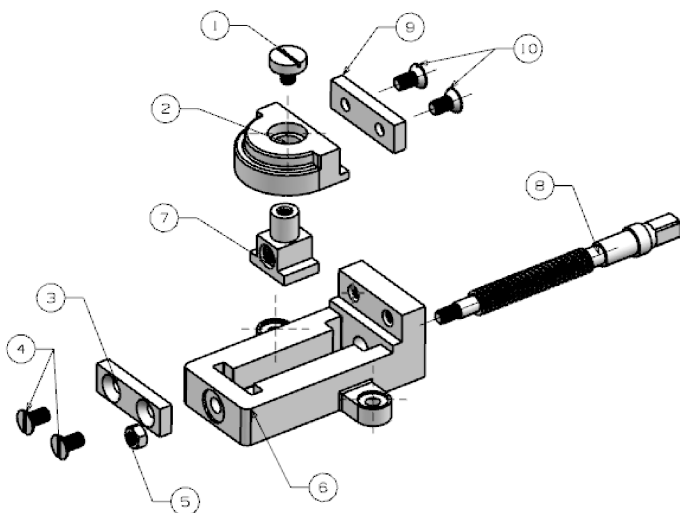

图 10-83 创建其余装配组件标识符号
- 18 同理，依次创建出其余装配组件的标识符号。创建完成的结果如图 10-83 所示。